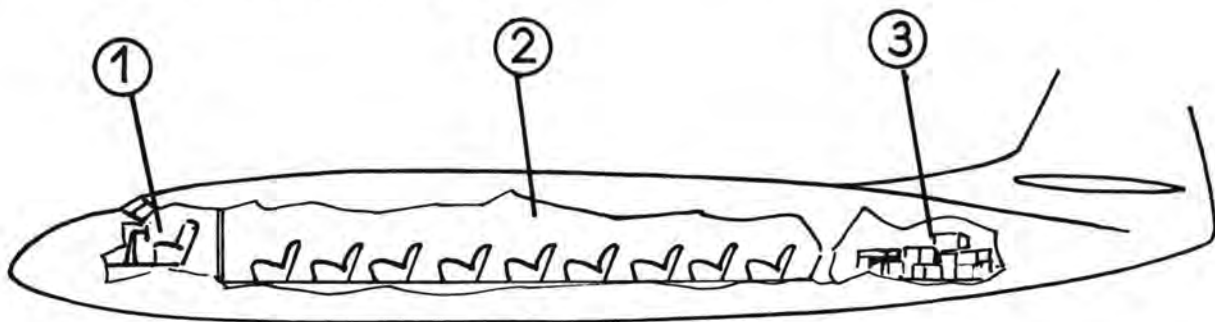

Fig 10. — Coupe simplifiée du fuselage d'un avion de transport moderne.
Comme l'indique son nom, le fuselage est un « **fuseau** » allongé qui rappelle, en général, la forme d'un poisson, afin de faciliter sa pénétration dans l'air. Il renferme très souvent le moteur. Il sert à loger l'équipage (poste de pilotage) (1), les passagers (2) et la charge à transporter (soutes à bagages) (3). (fig. 10)